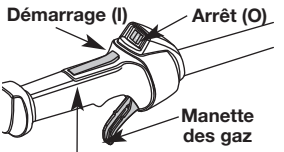

Fig. 20
REMARQUE : Il n'est pas nécessaire de faire démarrer la machine. La commande Arrêt/ Marche est en position Marche (I) en permanence (Fig. 20).
- Pressez et relâchez la poire d'amorçage à 10 reprises, lentement. Une certaine quantité de carburant devrait être visible dans la poire d'amorçage et les conduites de carburant (Fig. 20). Si du carburant ne peut pas être vu dans l'ampoule, la presse et le dégagement l'ampoule jusqu'à ce que le carburant soit évident.
- Appuyez sur la commande Marche/Arrêt et maintenez-la en position **ARRÊT (O)** jusqu'à ce que le moteur s'arrête complètement (Fig. 20).
REMARQUE : Il est inutile de mettre l'appareil en marche. La commande Marche/Arrêt est en position Marche (I) en permanence (Fig. 20).